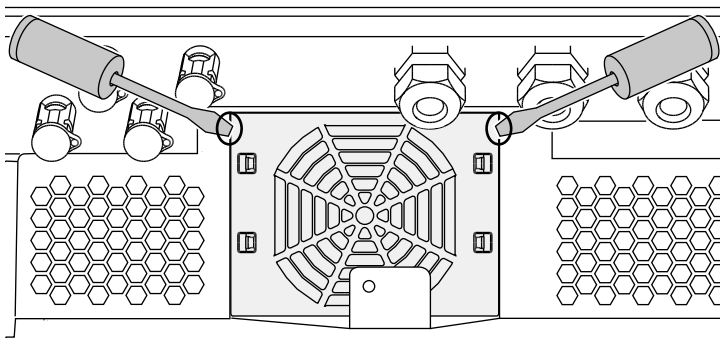

Fig. 69: Soltar la rejilla del ventilador
2. Desmontar el ventilador. Para ello, introducir un destornillador en el borde de la rejilla del ventilador y ejercer una ligera presión en esta. **Fig. 69**